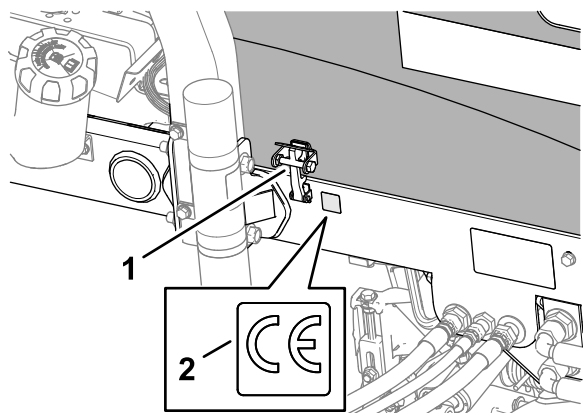

Figura 37
3. Limpie con alcohol el bastidor izquierdo junto al cierre del capó y deje que se seque el bastidor (Figura 37).
4. Retire el reverso y coloque la pegatina CE en el bastidor, tal y como se muestra en la Figura 37.